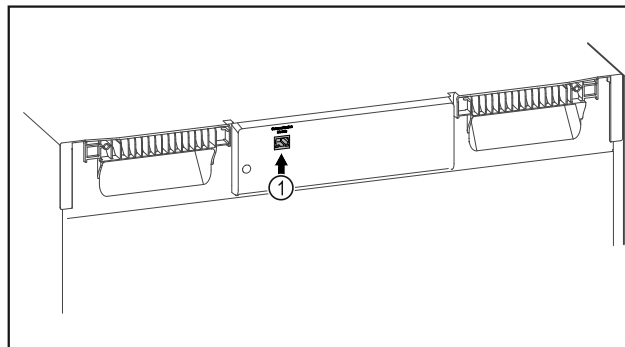

Fig. 87
- Le SmartModule Fig. 87 (1) est en place.